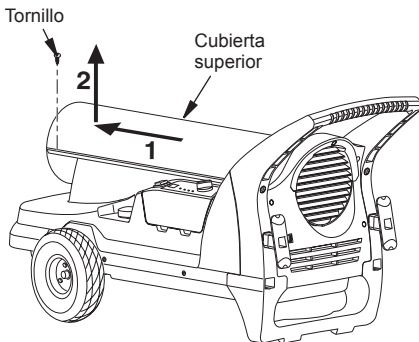

Figura 7 - Desmontaje de la cubierta superior
1. Quite los tornillos a cada lado del calentador utilizando un destornillador phillips. Estos tornillos unen las cubiertas superior e inferior. Consulte la figura 7.
1. Desmonte la cubierta superior (consulte la figura 7).